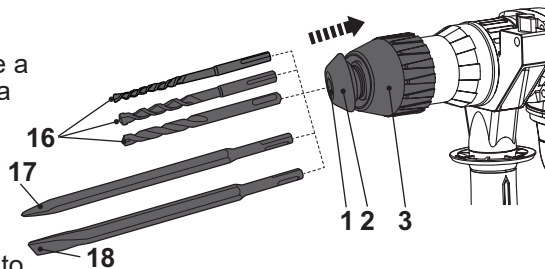

Fig.1
- > Puxe a manga do mandril (3) para trás e mantenha-a em posição.
- > Insira completamente a broca /cinzel SDS com um movimento de torção até ao batente no interior do mandril de perfuração (1) (Fig. 1).